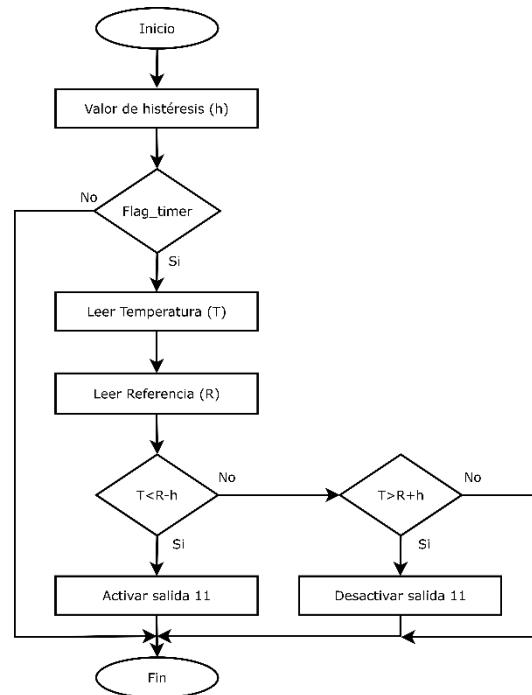

Figura 6.12: Control todo-nada con Histéresis
26. **Descomentar** el código para un **control todo-nada con una histéresis de 0,5°C**. El diagrama de flujo del programa se muestra en el diagrama de la figura 6.12.